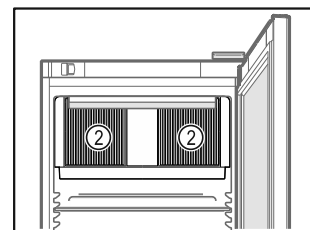

Fig. 40
- ❑ Lüftungsschlitze Fig. 40 (2) des Umluftgebläses im Innenraum freihalten.